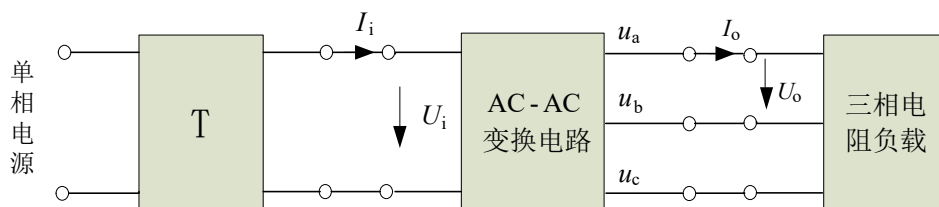

图 1 AC-AC 变换电路系统框图
设计并制作一个将单相交流电转换成三相对称交流电的 AC-AC 变换电路(简称变换电路)，系统框图如图 1 所示。
- 图 1 中的变压器 T 由单相自耦调压器和单相隔离变压器组合构成, 变压器原边电压较高, 请务必注意安全。
- 变换电路的直流辅助电源作为变换电路的组成部分, 可购买电源模块(亦可自制), 由图 1 中的变压器 T 副边供电, 其耗能应计入变换电路的效率计算中。测试现场不另行提供其他交、直流电源。